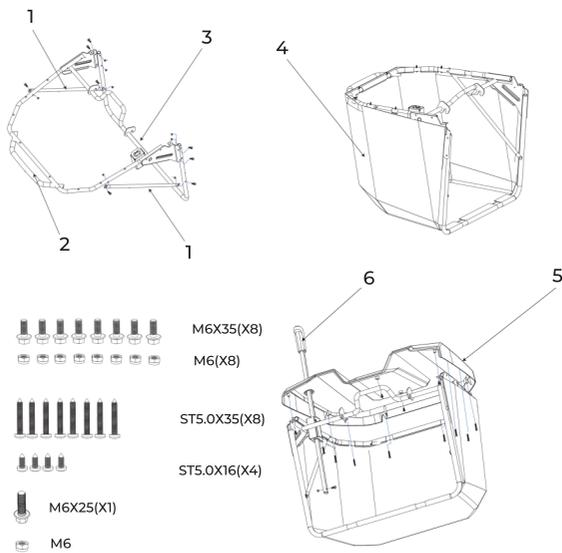

Рис. 5
6.4. Сборка травосборника (рис. 5)
- Установите передний кронштейн (рис. 5, поз 3) на верхнюю раму (рис. 5, поз 2), используя 4 болта (M6x35) и 4 гайки (M6).
- Установите 2 боковые стойки (рис. 5, поз 1) на верхнюю раму (рис. 5, поз 2) и передний кронштейн (3), используя 4 болта (M6x35) и гайку (M6).
- Установите мешок для травы (рис. 5, поз 4) на компонент рамы.
- Установите крышку травосборника (рис. 5, поз 5) на компонент рамы, используя 8 винтов (ST5.0X35) и 4 винта (ST5.0X16).
- Вставьте переворачивающий рычаг (рис. 5, поз 6) в крышку травосборника и установите гайку (M6) и болт (M6x25).